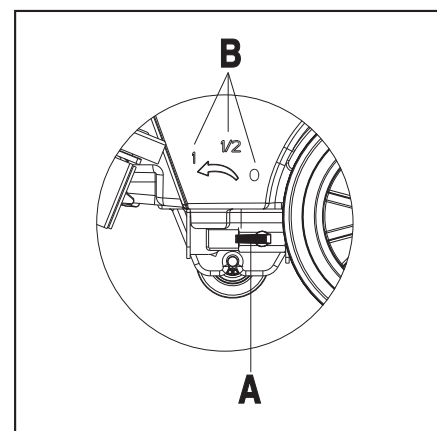

FIGURA 5
La regulación del mango de la válvula de bola (A, Figura 5) debe hacerse cuando el interruptor de encendido (38) esté en la posición "Off" (apagado).
- El volumen del caudal de agua puede ajustarse a través del mango de la válvula de bola (A, Figura 5) de acuerdo con la cantidad de agua necesaria para su aplicación de lavado.